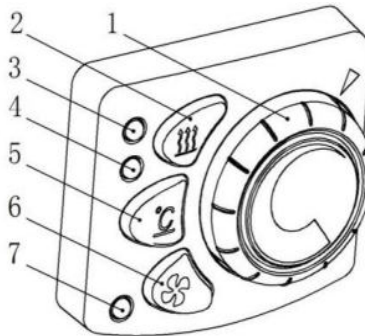

Abb.25
- Der Steuerschalter ist in Abb. 25 dargestellt.